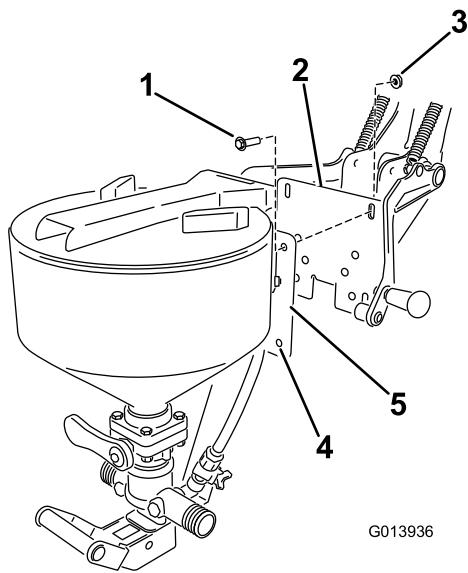

Figura 17
4. Alinhe os furos na placa de montagem do conjunto do misturador com os furos ranhurados na placa posterior da cavidade (Figura 17). Instale quatro parafusos (3/8 x 1 polegada) e quatro porcas de bloqueio (3/8 polegada) para montar o misturador. Não aperte os parafusos nesta altura.